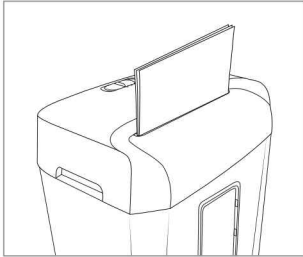

Fig. 2
- ◆ Introduzca el papel centrado y en posición vertical desde arriba en la ranura de corte **8** (consulte la fig. 2). El aparato se enciende automáticamente y vuelve a apagarse automáticamente si no se introduce más papel.
- ▶ Vacíe regularmente el contenedor ⑩ para evitar que los restos de materiales se introduzcan desde abajo en las cuchillas de corte.
- ◆ Sujete el accesorio de corte ⑤ por los dos agarres ⑦ integrados a la izquierda y a la derecha y desmóntelo del contenedor ⑩.
- ◆ Vacíe el contenedor ⑩.
- ◆ Sujete el accesorio de corte ⑤ por los dos agarres ⑦ integrados y colóquelo sobre el contenedor ⑩ de forma que el cable de red ① apunte hacia atrás y la ventana de control ⑨ del contenedor ⑩ apunte hacia delante (consulte la fig. 2).